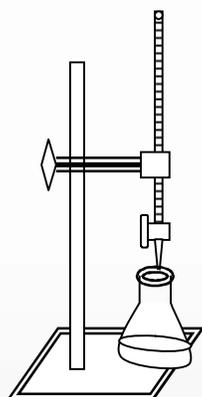

Figura No.4. La Bureta
1. Instala la bureta como se muestra en la Figura No.4.